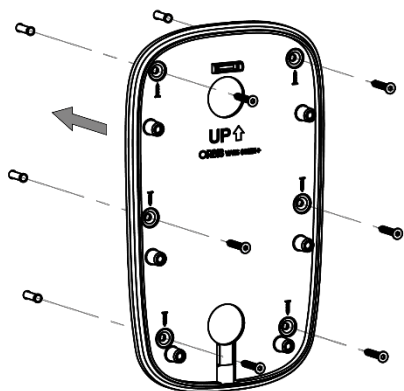

Fig. 1
- Per fissare la stazione di carica alla parete, devono essere realizzati quattro fori per tasselli a vite $\varnothing 8$ mm (in dotazione), utilizzando la base di installazione come dima. **Fig.1**